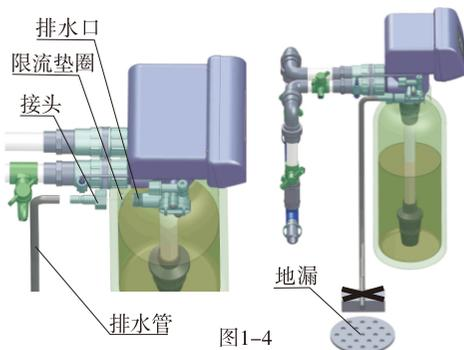

图1-4
A、如图1-4所示, 将排水软管插入排水接头;
d、将排水软管如图1-4所示固定好。
- 绝对不能把排水管与下水道相连, 须在二者之间留有一定的空隙 (如图1-4), 以防污水被虹吸到水处理器中。
⑥安装吸盐管路